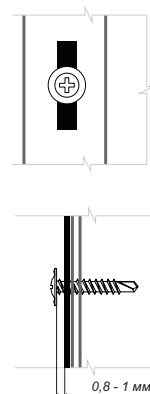

Рис. 23
■ Вставьте стартовую панель в пазы доборных элементов (рис. 23). Выровняйте ее так, чтобы панель входила в пазы J-профиля сверху и снизу на половину глубины (рис.23).
■ Прижмите панель к обрешетке и закрепите саморезами в гвоздевую полку. Прикручивайте панель от центра к краям. Не крепите сайдинг слишком плотно. Оставьте расстояние примерно 0,8 – 1 мм между нижним краем шляпки самореза и панелью так, чтобы она имела свободный ход по вертикали. Саморез вкручивается в центр перфорированного отверстия. Если отверстие не попадает на обрешетку, сделайте отверстие просекателем (рис. 23).